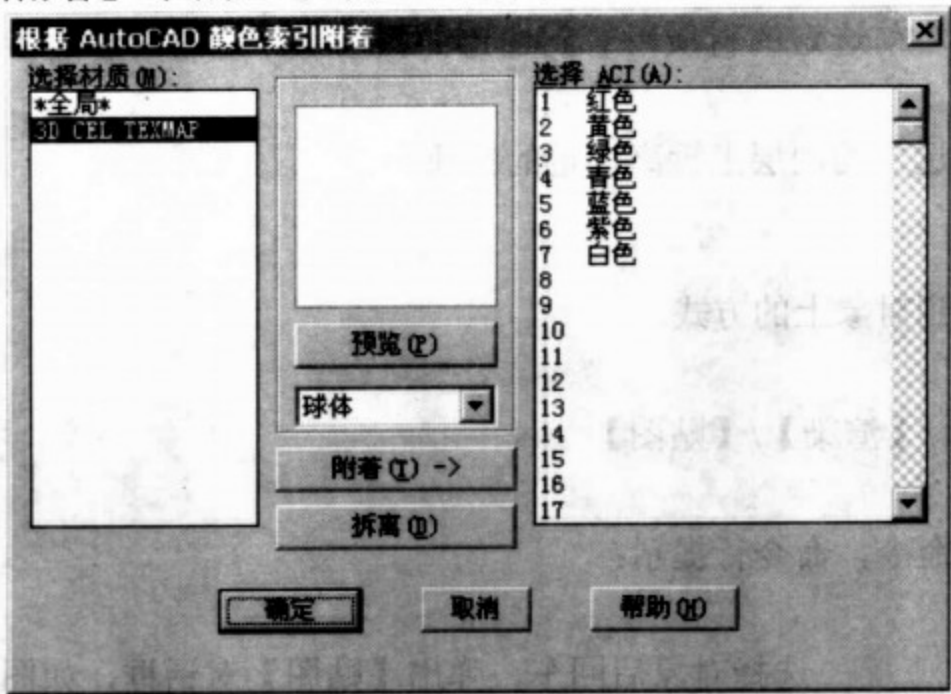

图 9-42 【根据 AutoCAD 颜色索引附着】对话框
对图中均为指定颜色的对象附着指定材质。单击 **随 ACI (A)...** 按钮，弹出【根据 AutoCAD 颜色索引附着】对话框，如图 9-42 所示，对话框中的功能如下：